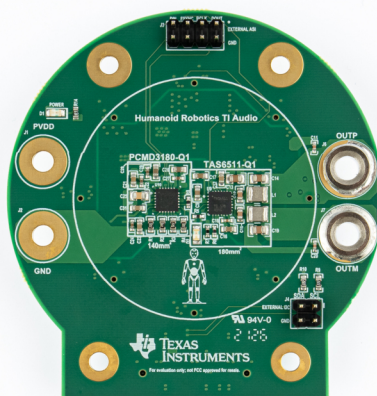

图 2. TI 类人机器人音频子系统参考设计 (TIDA-060054) 中的 PDM 转 TDM 音频转换器与音频放大器
类人机器人普遍面临空间受限与散热约束。在狭小空间内密集布置大功率电机与处理器，通风条件有限，因此需要可在高温环境工作的高效率放大器。无需外部散热器的集成电路 (IC) 在这类紧凑设计中提供了显著优势，如图 2 所示。TI 的 **TAS6511-Q1** 是一款单声道放大器，输出功率 50W，最高工作温度可达 125℃，采用 4mm×4mm 焊盘朝下 QFN 封装。针对采用模拟输入放大器的设计，**TPA3132D2** 模拟输入 D 类放大器可向单声道扬声器输出 50W 功率，无需任何 I2C 配置。如果所需输出功率较低（例如小型机身或低环境噪声场景），可选用支持 15W 输出功率的 **TAS6501-Q1**。